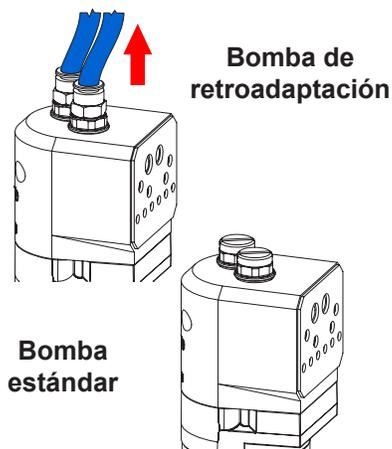

Figura 14 Extraer el tubo de aire de purga
1. Ver la figura 14. Llevar a cabo un cambio de color para extraer el polvo antiguo de la bomba, posteriormente aliviar la presión de aire del sistema y desconectar el tubo de aire de purga.